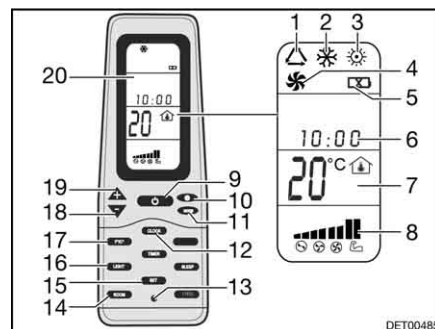

Bild 179 Fjärrstyrning
- Tryck på knappen ON/OFF (Bild 179,9).
- Tryck så många gånger på knappen "Mode" (Bild 179,11) tills önskad driftstyp (Bild 179,1, 2, 3 eller 4) visas på displayen (Bild 179,20).
- Ställ in önskad temperatur med knapparna "+" (Bild 179,19) och "-" (Bild 179,18).
- Med knappen Fläktvarvtal (Bild 179,10) väljs önskad fläktkapacitet.
Slå från: ■ Tryck på knappen ON/OFF (Bild 179,9).